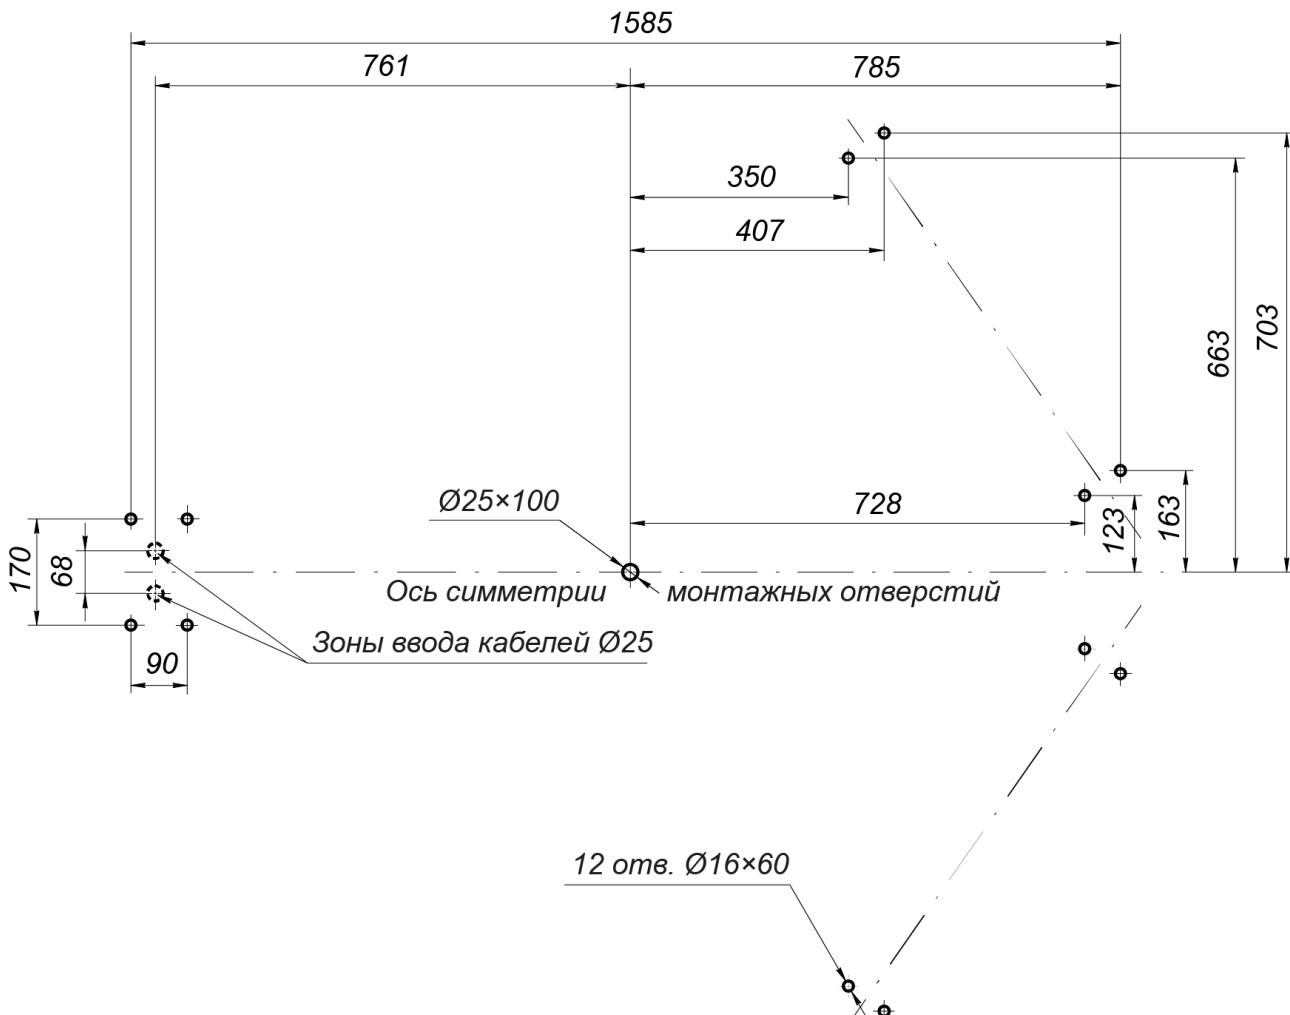
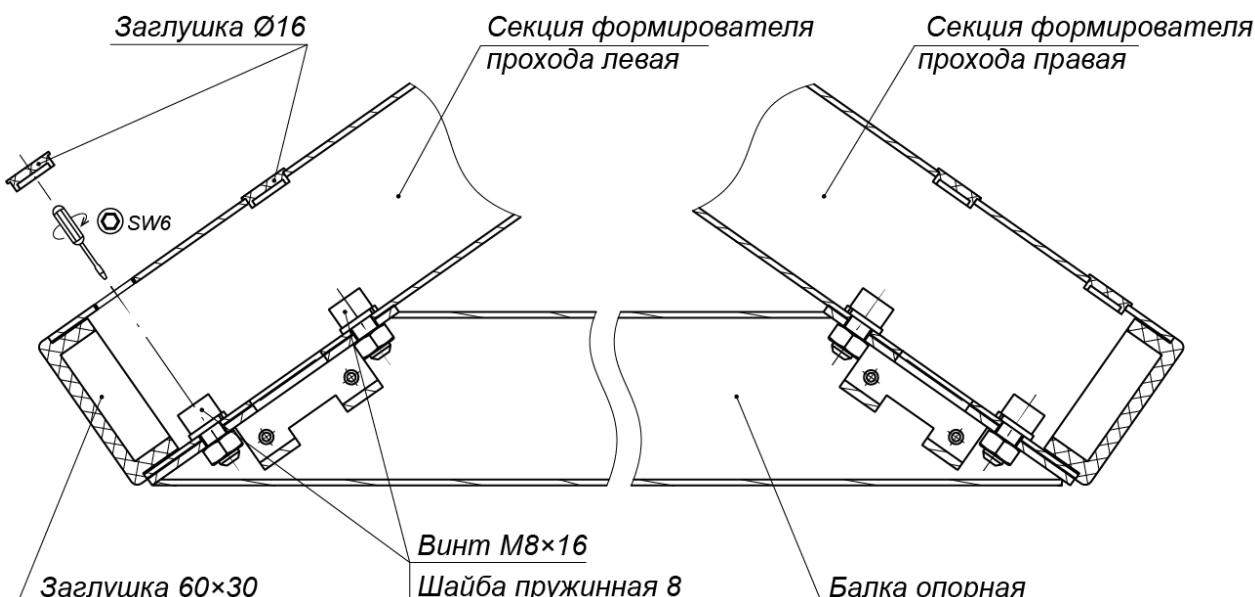

Рисунок 12. Схема разметки для монтажа турникета
Рисунок 13. Крепление балки опорной (7) к секциям (6) формирователя прохода
3. Выполните на установочной поверхности разметку отверстий для монтажа турникета в соответствии с рис. 12.
- Установите секции (6) формирователя прохода на установочную поверхность, ориентируя отверстия в опорных фланцах по расположению анкеров. При этом левая и правая секции должны быть правильно выставлены и сориентированы: блоки индикации формирователей должны быть развернуты от оси симметрии (см. рис. 12) и учтено расположение на секциях мест крепления опорной балки (см. рис. 13).
9. Установите балку опорную (7) на секции (6) формирователя прохода:
- Закрепите балку опорную на секциях формирователя прохода четырьмя болтами M8×16 (ключ SW6) из комплекта сборочно-монтажных принадлежностей (ящик №5). При уличном монтаже стыки опорной балки с секциями формирователя прохода рекомендуется герметизировать, используя атмосферостойкий силиконовый герметик по инструкции производителя (см. рис. 13).
10. Распакуйте стойку с преграждающими планками (5) (ящик №5).
11. Установите стойку с преграждающими планками (5) (работайте вдвоем!):
- Для варианта прокладки кабелей питания и управления через кабельные каналы в установочной поверхности снизу: положите стойку с преграждающими планками (5) на установочную поверхность таким образом, чтобы опорный фланец находился рядом с зоной отверстия A. Затем, используя монтажную проволоку, протяните кабели через нижнее отверстие в преграждающей стойке со стороны фланца вверх по стойке до ее верхнего отверстия. Выпуск кабелей на выходе из верхнего отверстия должен составлять 0,8 - 1,0 м. Временно зафиксируйте концы кабелей на верхней планке преграждающей стойки (к примеру, с помощью липкой ленты).
- Установите стойку с преграждающими планками на отверстия с анкерами в установочной поверхности по оси симметрии, при этом фланец должен встать на зону A, а место нижнего узла вращения (3) – на отверстие с анкером M16 (см. рис. 12).
- Проверьте вертикальность положения ротора с помощью уровня. При необходимости устранимте отклонение от вертикальности путем смещения балки привода (8) в пределах допуска монтажных отверстий под шпильки и болты. Окончательно затяните болты и гайки крепления балки привода.
17. Окончательно затяните анкерные болты крепления к установочной поверхности опорных фланцев стойки с преграждающими планками (5) и фланцев секций (6) формирователя прохода. При возникновении перекосов в силовых элементах конструкции турникета допускается использовать монтажные прокладки.
19. Закройте пластиковыми заглушками Ø16 отверстия для болтов соединения секций ротора (2) и отверстия крепления балки опорной (7) к секциям (6) формирователя прохода (см. рис. 13 и 20).
- Выполните в балке привода (8) демонтаж заглушки, отвинтив 4 винта M4.